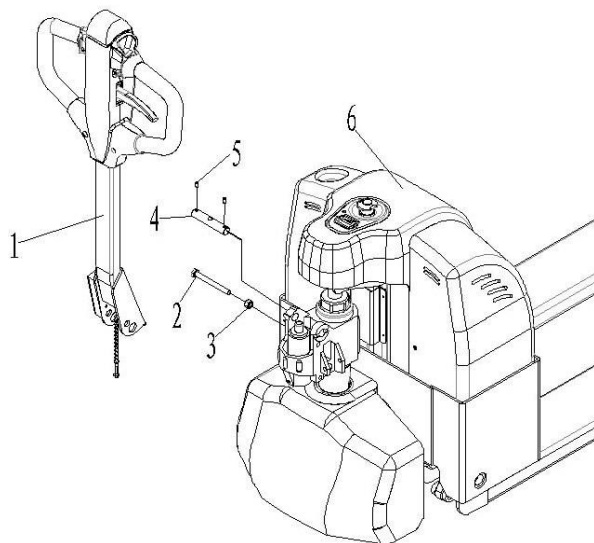

Рис. 5: сборка рукояти SPT 15
с) Нажать на рукоять управления; открутить и убрать винт (2) и гайку(3) (рис. 5).
е) Использовать молоток, чтобы вставить второй штифт (5, рис. 5) во второе отверстие оси.